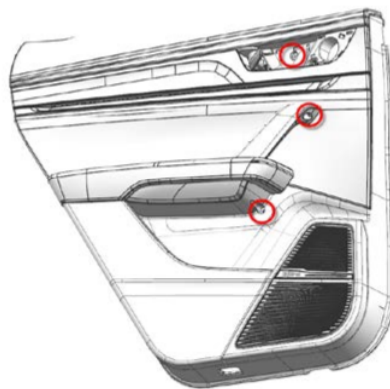

图9-1-2 左后门螺钉拆卸示意图
(1) 图9-1-2，用缠有保护胶带的十字螺丝刀将图中圆圈处的螺钉（扣手处1个）和螺栓（扶手和拉手处各1个）拆下